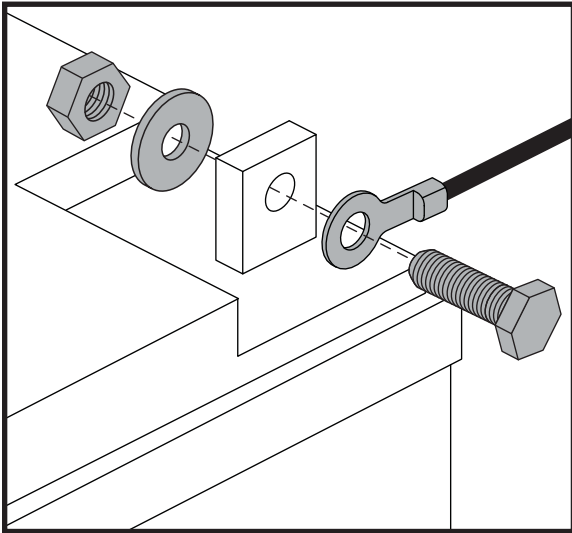

Figure 12. Terminal de la batería hardware
4. Desconecte los cables de batería de los terminales de batería (**fig. 12**).